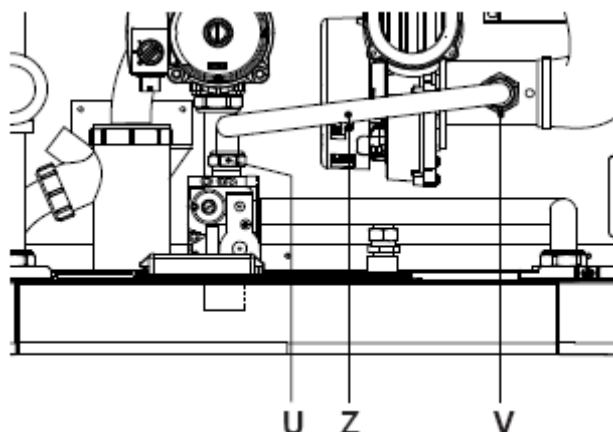

рис. 8.1
- Окрутите гайки (U) и (V) и снимите газовую трубу (Z), см. рис. 8.1.